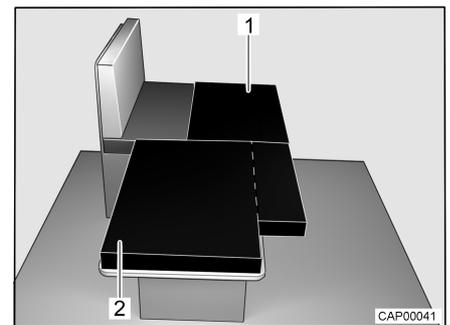

Bild 35 Nach dem Umbau
- Zusatzpolster (Bild 35,1) wie abgebildet auf den abgesenkten Tisch legen.
- Weiteres Zusatzpolster (Bild 35,2) auseinanderklappen und wie abgebildet auf das Einlegebrett legen.